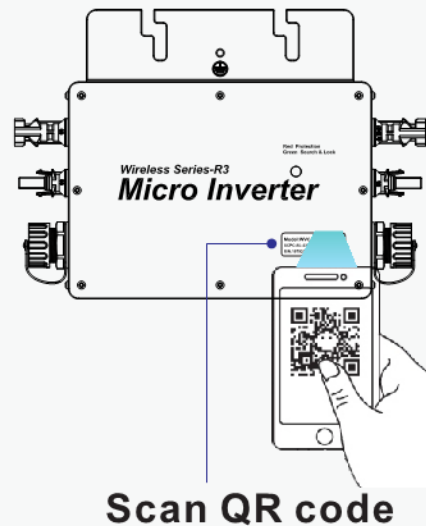

Figure 2
Schritt 2: Wenn das Gerät auf der Suchseite angezeigt wird, klicken Sie auf „Hinzufügen“, wie in Abbildung 2 dargestellt
Schritt 2. Wenn das Gerät auf der Suchseite angezeigt wird, klicken Sie auf „Hinzufügen“, wie in Abbildung 2 dargestellt